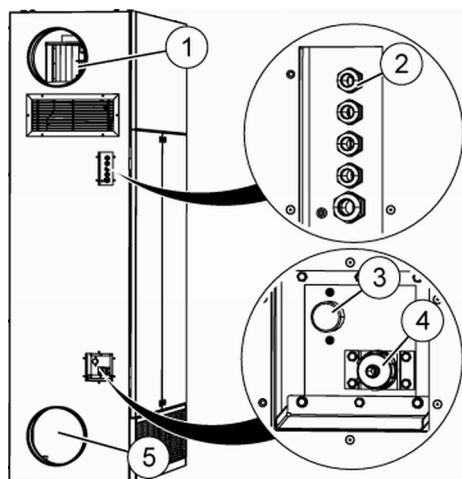

Abb. 56: Anschlüsse
1. ➤ Fortluft- (Abb. 56/1) und Außenluftstutzen (Abb. 56/5) mit den bauseitigen Kanälen verbinden.
Elektrische Anschlüsse (Abb. 56/2) verbinden.
3. ➤ Wasserzulauf (Abb. 56/3) anschließen (optionale Ausführung mit Kühlfunktion).
4. ➤ Wasserablauf (Abb. 56/4) anschließen.